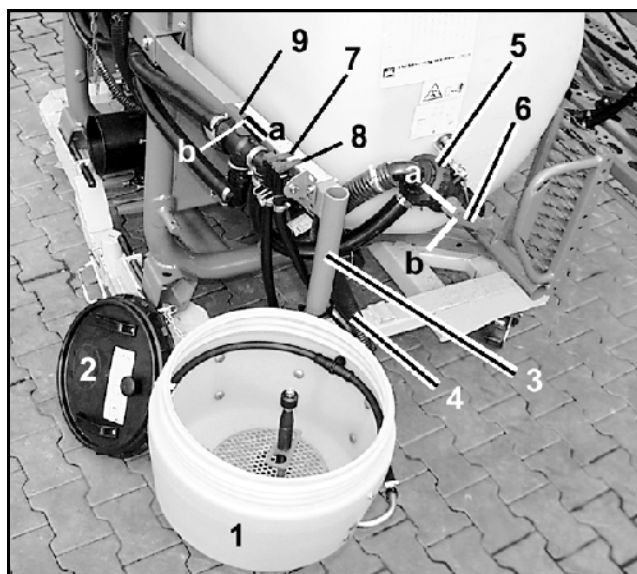
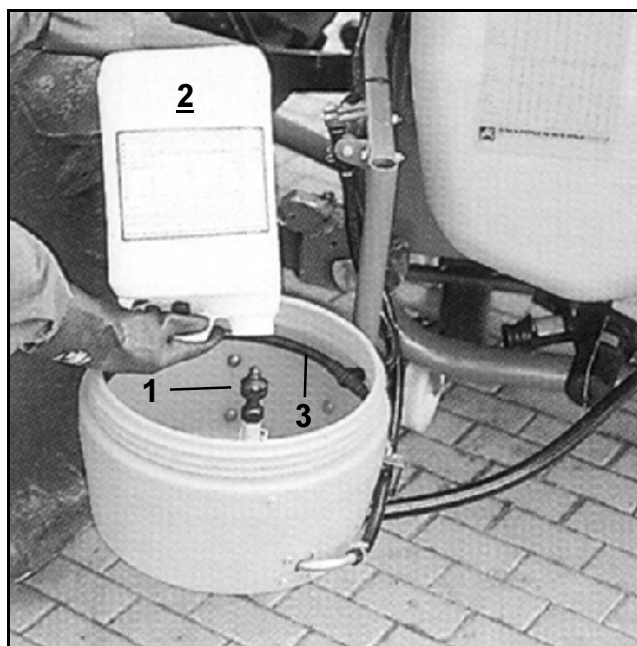

Рис. 165
Рис. 166
- Откройте кран простого действия (Рис. 165/7) группы для сопла для промывки канистр (Рис. 165/ 1).
- Трехходовой кран (Рис. 165/ 9) установите в положение "а".
- Канистру (Рис. 166/ 2) или подобные емкости установите над соплом для промывки канистр и нажмите минимум на 30 сек. вниз. Промывается канистра при помощи вращающегося сопла для промывки канистр.
- Для промывания промывочного бака посредством кольцевой линии (Рис. 166/ 3) откройте кран простого действия (Рис. 165/8).
- Переместите трехходовой кран (Рис. 165/ 6) в положение "а" и выкачайте жидкость в баке для рабочего раствора. (Для этого снимите крышку с промывочного бака).
- Закройте краны простого действия (Рис. 165/ 7, Рис. 165/ 8) для кольцевой линии и промывки канистр.
- Закройте трехходовой кран (Рис. 165/ 6) (положение "b").
- Трехходовой кран (Рис. 165/ 6) установите в положение "b".
- Если закачено достаточно воды в бак для рабочего раствора, то установите трехходовой кран (Рис. 165/ 9) в положение "b".